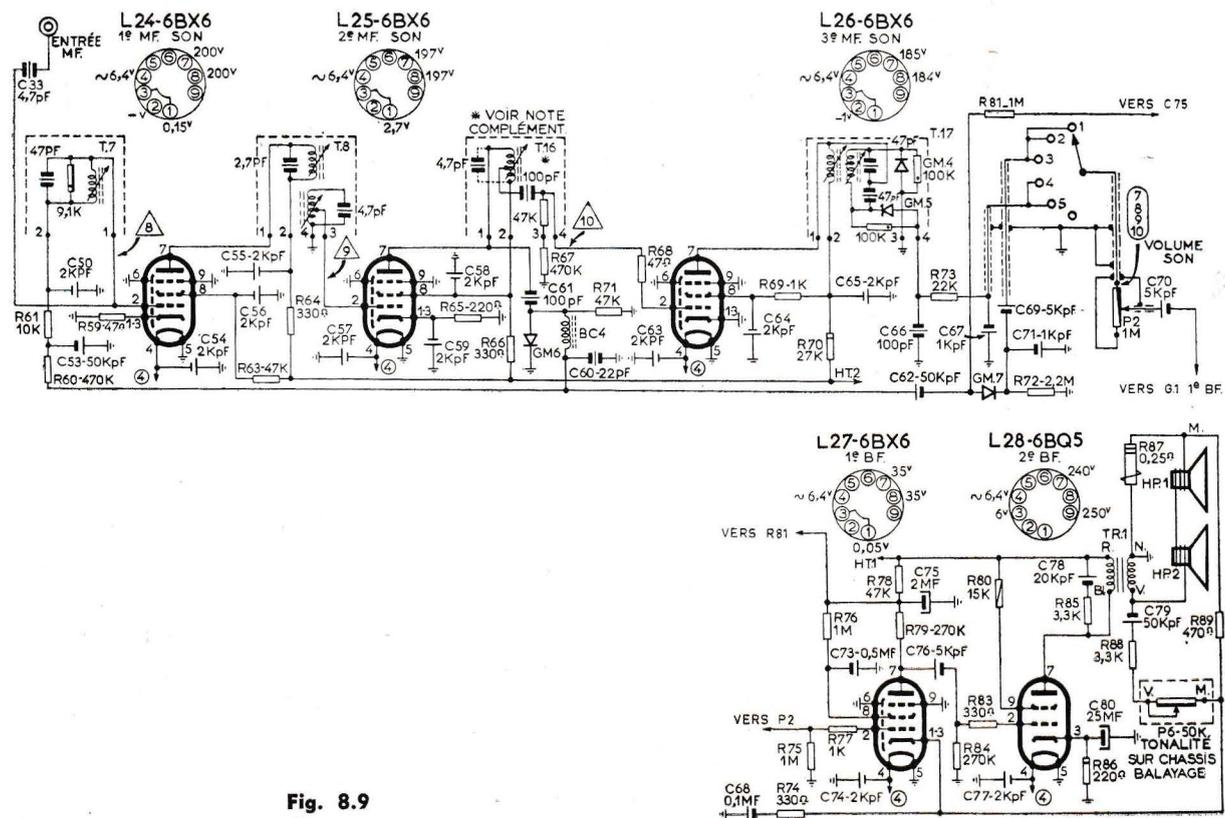

Fig. 8.9
2.9.1 - Le récepteur type 156 S est muni d'un système anti-parasite son pour la modulation d'amplitude (voir figure 8-9).